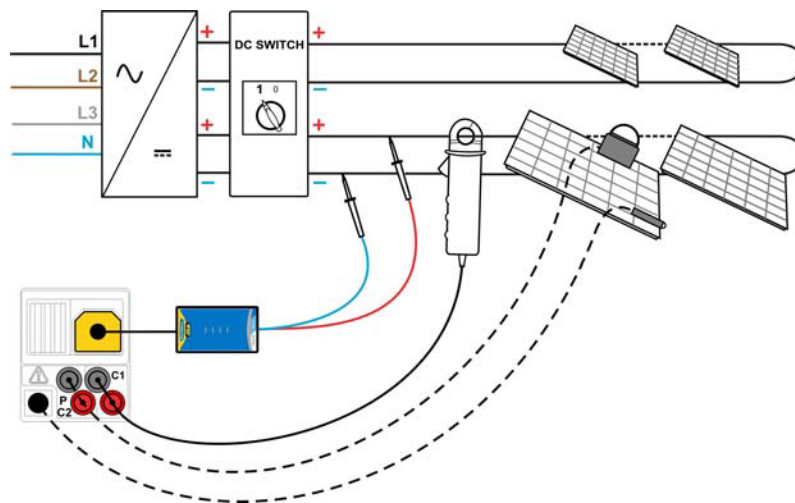

Abbildung 6.10: PV-Modulprüfung
- **Schließen Sie** das zu prüfende PV-System an (siehe Abbildung 6.10).